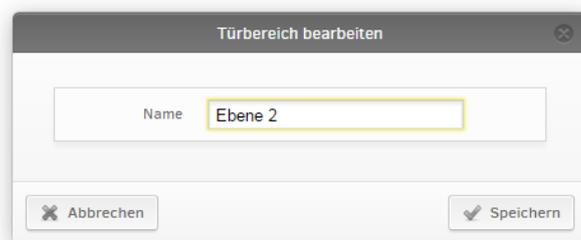

Abbildung 81: Bereich umbenennen
- Geben Sie in das Feld **Namen** des Dialogfensters (Abbildung 81: Bereich umbenennen) die neue Bereichsbezeichnung an und bestätigen Sie mit einem Klick auf **Speichern**.